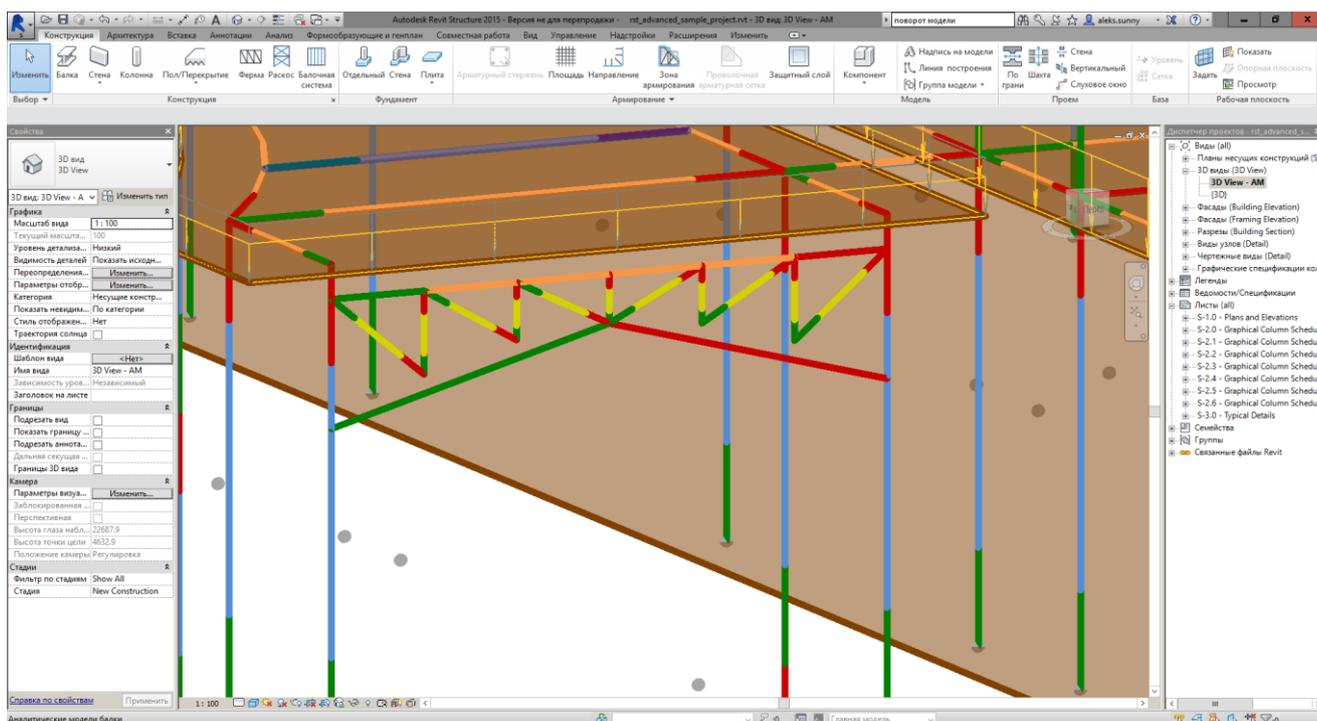

Рис.15.4. Аналитическая модель фермы в Revit Structure 2015
- На рис.15.4 можно увидеть, что ферма в аналитической модели отличается от физической. А также, что стойки и раскосы не дотянуты до нижнего пояса.